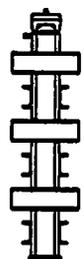

Abb. 2.1.2
- "PBP TS B" (einmal verwendbare FüÙe - Abb. 2.1.2)